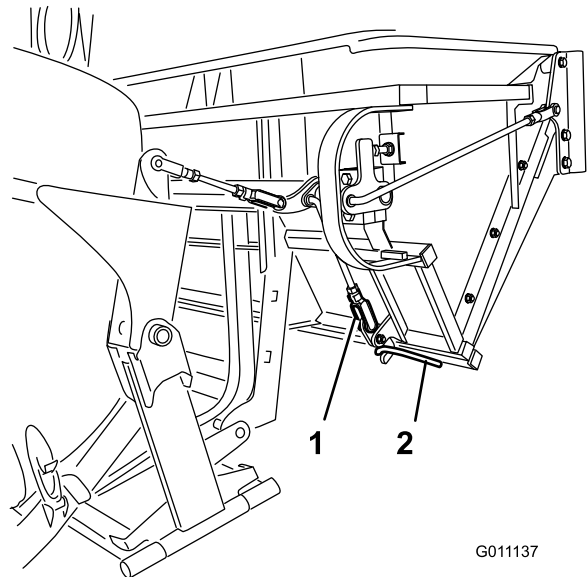

Figura 43
4. Controllate che i dispositivi di chiusura siano perfettamente innestati e l'asta di fermo sia ben serrata allo sportello (Figura 43).